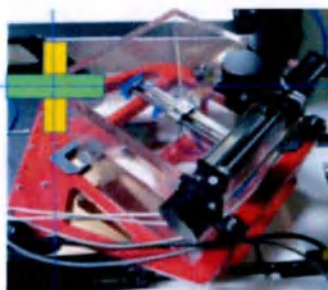

Рисунок 1-6. Инклинометр
- д. Установите инклинометр в угол емкости лицевой поверхностью к себе. Выполните регулировку до достижения нулевого угла с помощью ручек А и В, затем используйте С для выравнивания емкости по оси стола для пациента (см. рисунок 1-6).